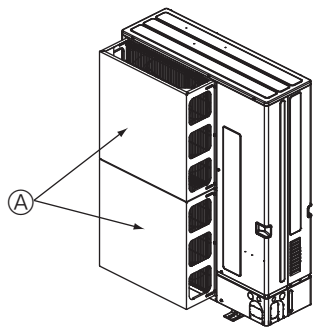

Fig. 2-16
① Installez un guide de protection d'air si l'appareil est installé à un endroit où des vents violents, en cas de typhon par exemple, risquent de souffler directement dans la sortie d'air. (Fig. 2-16)